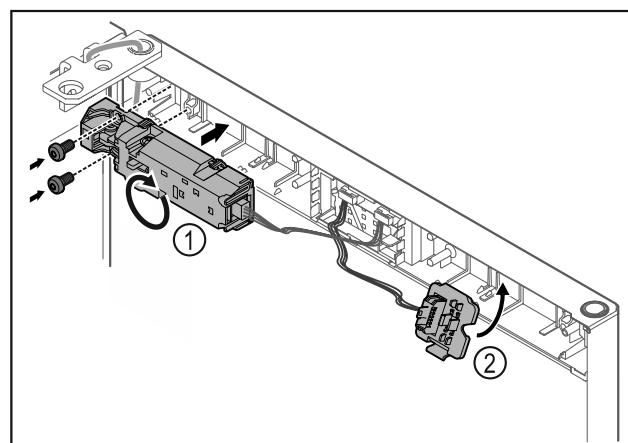

Fig. 21
- Okrenite daljinsku bravu Fig. 21 (1) za 180° i pričvrstite je na suprotnu stranu.
- Uglavite držač utikača Fig. 21 (2) na suprotnu stranu.